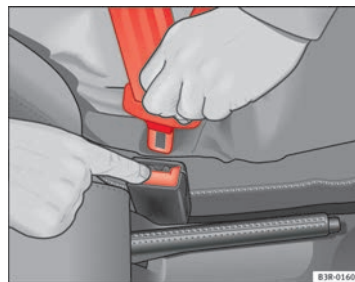

Fig. 15 Retirar la lengüeta del cierre del cinturón ►
- Pulse la tecla roja que hay en el cierre del cinturón ⇒ fig. 15. La lengüeta del cierre es expulsada hacia fuera ⇒ ⚠.